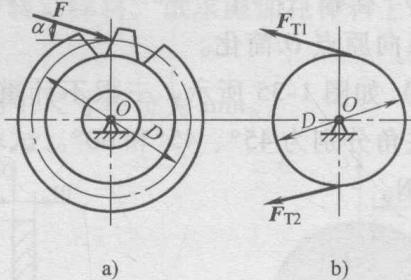

图 1-29
(11) 试求图 1-29 所示齿轮和传动带上各力对点  $O$  之矩。已知： $F = 1\text{kN}$ ,  $\alpha = 20^\circ$ ,  $D = 160\text{mm}$ ,  $F_{T1} = 200\text{N}$ ,  $F_{T2} = 100\text{N}$ 。